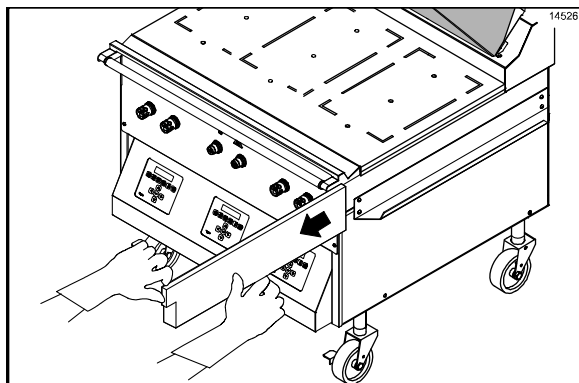

Figura 70
42. Retire e esvazie os coletores de gordura. (Veja a Figura 70.)